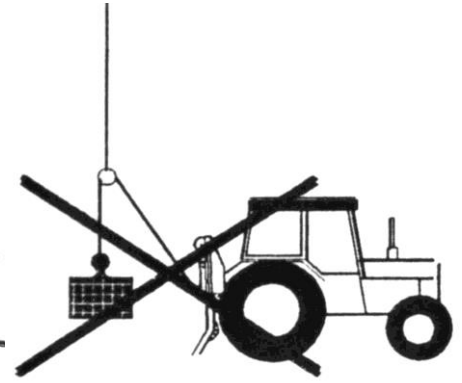

Bild 5
28. Die Winde ist nicht für Lastheben bestimmt (Bild 5).